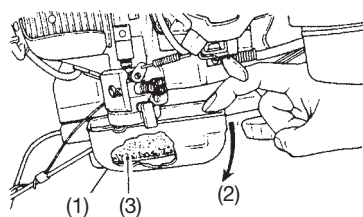

Fig. 9
- 1) Reinig het luchtzuiveringselement met water en zeep en droog het voor hergebruik. (Fig. 9)